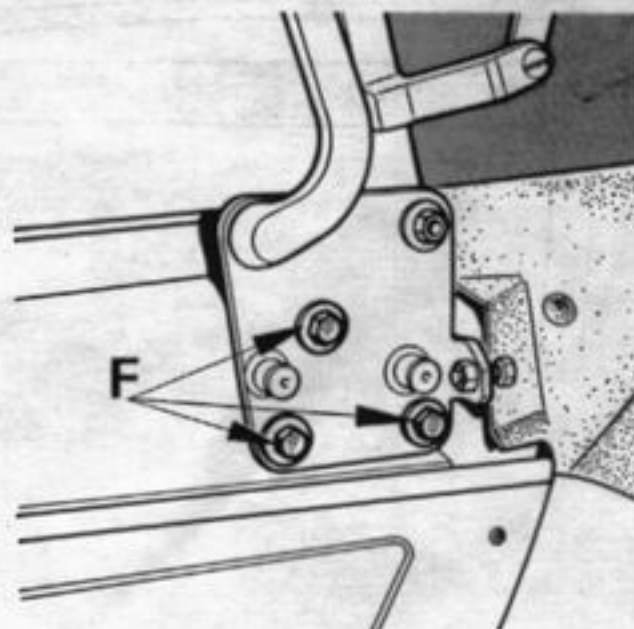

Figure 5
- . Déposer les vis de fixation des articulations (F, figure 5)
- Fixer les articulations sans bloquer les vis (F, figure 5)